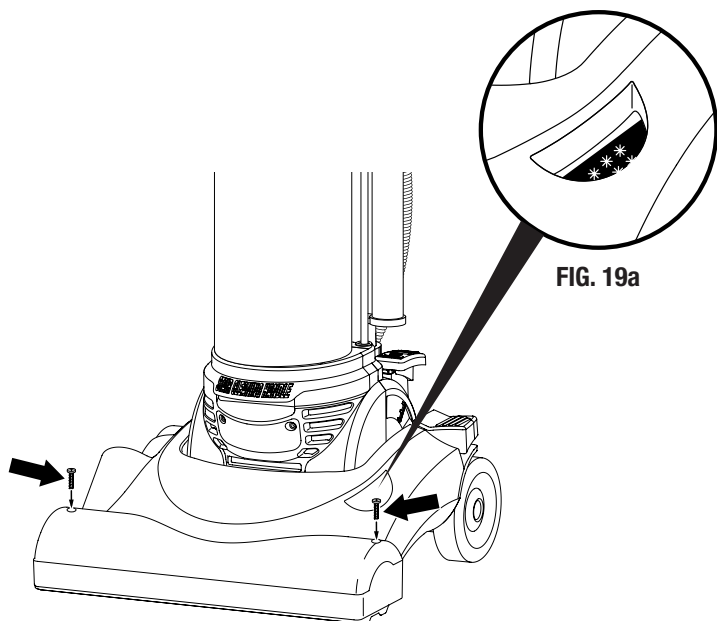

FIG. 19
Brushroll Performance Window (FIG. 19). To check condition of belt watch to see if white dots on belt are moving through the performance window (FIG. 19a). This indicates the brushroll is turning.
Step 2: Remove two screws to release hood. Lift hood to expose belt and brushroll (FIG. 19).
Fenêtre de performance de la brosse (FIG. 19). Fenêtre de performance de la brosse. Pour vérifier l'état de la courroie, assurez-vous que des points blancs apparaissant sur la courroie se déplacent dans la fenêtre de performance (FIG. 19a). Ceci indique que le rouleau-brosse tourne.
Étape 2 : Retirez les deux vis du capot pour l'enlever et soulevez-le afin de repérer la courroie et le rouleau-brosse (FIG. 19).
Ventana de rendimiento del cepillo circular (FIG. 19). Para verificar la condición de la correa, verifique que los puntos blancos se muevan a lo largo de la ventana de rendimiento (FIG. 19a). Esto indica que el cepillo está girando.
Paso 2: Retire los dos tornillos para liberar la tapa. Levante la tapa para obtener acceso a la correa y al cepillo circular (FIG. 19).